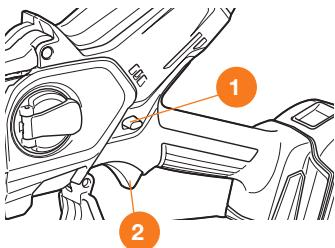

Рис. 14
- Нажмите и удерживайте кнопку блокировки включения ①.
- Зажмите клавишу включения ②. Двигатель заскочит и цепь начнет вращение.
- Отпустите кнопку блокировки включения ①, продолжая удерживать клавишу включения ②, для проведения работ с пилой (Рис. 14).
- Для остановки двигателя отпустите клавишу включения ② и дождитесь прекращения вращения цепи.